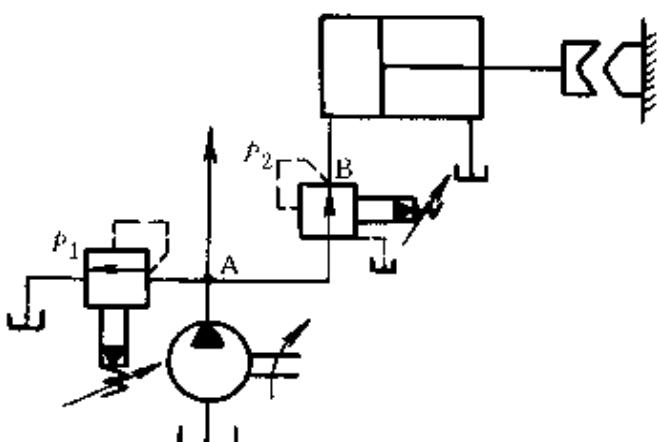

图 5-22 夹紧回路
**例 1** 图 5-22 为夹紧回路，溢流阀的调整压力  $p_1=5\text{MPa}$ ，减压阀的调整压力  $p_2=2.5\text{MPa}$ ，试分析活塞快速运动时，A、B 两点的压力各为多少？减压阀的阀芯处于什么状态？工件夹紧后，A、